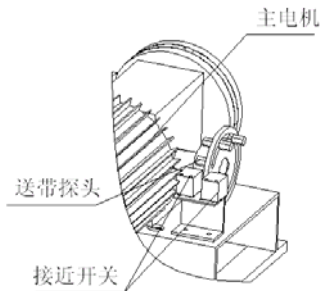

图 2-14
- ①. 当两接近开关感应到如图 2-14 所示送带探头时，主电机启动，机器开始送带。